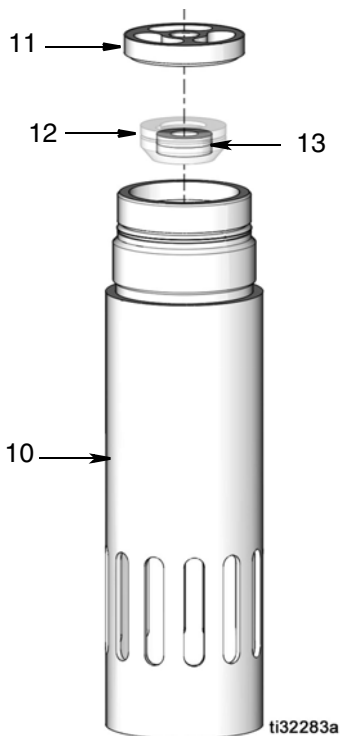

图 8
7. 从底阀外壳上拧下轴承 (11)。卸下提升阀止回阀 (12) 并检查底阀密封 (13) (图 8)。